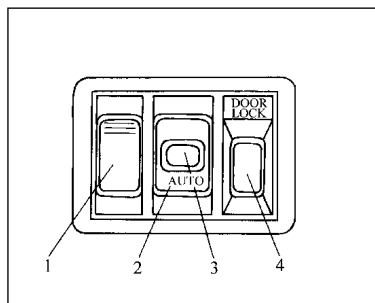

图 1-7 电动窗控制钮
(7) 电动窗的控制 (SY6480A、A1、A2 除外)，如图 1-7 所示。